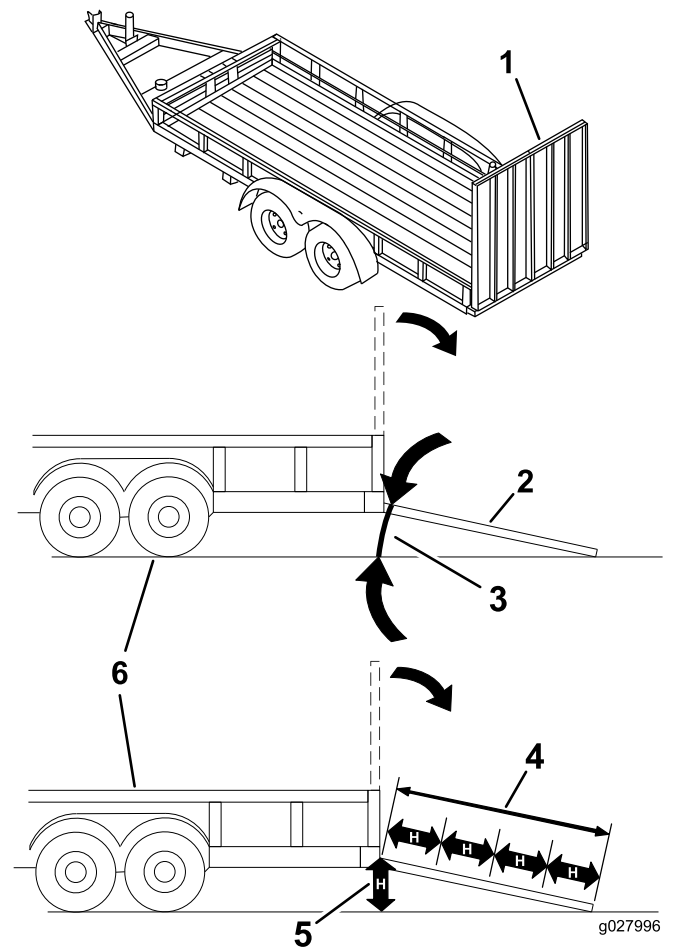

Figure 29
Le chargement de la machine sur une remorque ou un camion augmente le risque de basculement, et donc de blessures graves ou mortelles (**Figure 29**).
3. Abaissez la rampe pour que l'angle avec le sol ne dépasse pas 15 degrés (Figure 29).
1. Abaissez la rampe pour que l'angle avec le sol ne dépasse pas 15 degrés (Figure 29).